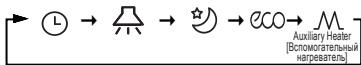

Рисунок 6.11
- Последовательно нажимайте кнопку **[F]** (функция) для перехода к настройке определенной функции. Дисплей проводного пульта управления будет поочередно показывать индикации «**L**», «**A**», «**☾**», «**ECO**», «**M**» (функция зарезервирована). Или можно нажимать кнопки **▲** и **▼** для перехода к выбранной функции. (См. Рисунок 6.11)